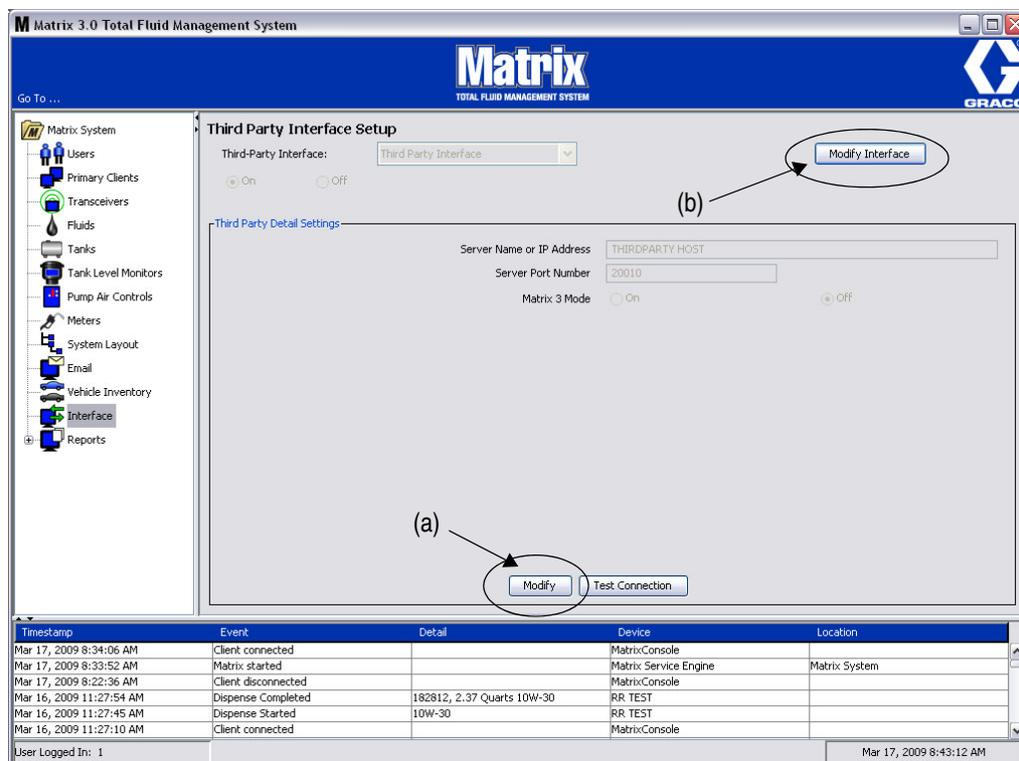
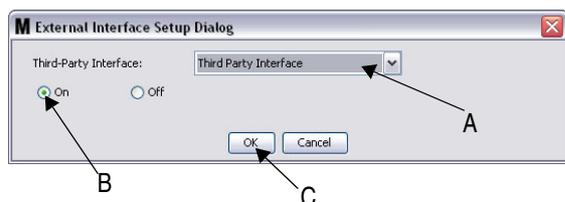

FIG. 162
FIG. 164 Boîte de dialogue "External Interface Setup" (Configuration de l'interface externe)
1. Cliquez sur le bouton **"Modify"** (Modifier) (a) (FIG. 162, page 118), pour afficher la boîte de dialogue "External Interface Setup" (Configuration de l'interface externe).
1. Cliquez sur le bouton **"Modify Interface"** (Modifier l'interface) (b) (FIG. 162). La boîte de dialogue "External Interface Setup" (Configuration de l'interface externe) illustrée dans la FIG. 164 s'affiche. Cette boîte de dialogue est utilisée pour spécifier l'interface Tiers que vous utilisez.
2. Dans le menu déroulant (A - FIG. 164), sélectionnez l'interface tiers.
3. Cliquez sur **"ON"** (B - FIG. 164). L'interface tiers permet à Matrix d'utiliser une interface tiers.
4. Cliquez sur le bouton **"OK"** (C - FIG. 164) pour fermer l'écran et confirmer votre sélection.